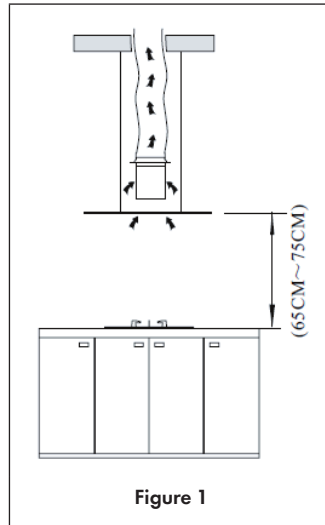

Figure 1
2. La hotte aspirante doit être installée à une hauteur de 65 à 75 cm au-dessus de la table de cuisson (voir figure 1).
4. Percez 12 trous selon les dimensions de la plaque de suspension dans le plafond, comme indiqué sur la figure 2, et fixez-y la plaque de suspension avec 12 vis (ST6x40). Utilisez 8 vis (M4x10) et des écrous d'étanchéité (M4) pour fixer les supports en fer à la plaque de suspension. Après avoir calculé la longueur du support en fer (voir figure 1), utilisez 16 vis (M4x10) et écrous d'étanchéité (M4) pour fixer chaque fois une cornière sur l'autre. Les angles doivent se chevaucher d'au moins 10 cm !